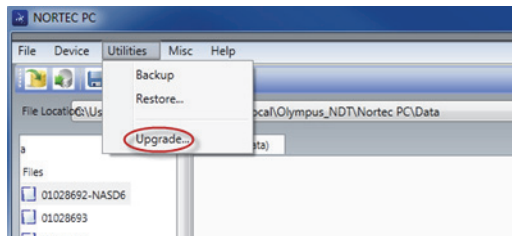

Abbildung 6-12 Menü Utilities
- Wählen Sie im Menü **Utilities** die Option **Upgrade** aus (siehe Abbildung 6-12 auf Seite 329).